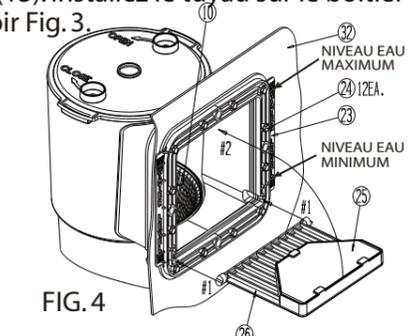

FIG. 4
E. Remplacez la cartouche filtrante (9) et le panier préfiltre (10) dans la cuve du skimmer (8). Il est important que la cartouche filtrante (9) glisse au-dessus de l'écrou de retenue de la pompe (7) et soit étanche avec le fond de la cuve pour que le panier préfiltre (10) puisse se loger dans sa rainure à l'intérieur de la cuve. Voir Fig. 4. Posez le couvercle à verrou (11) au-dessus de la cuve du skimmer (8) et tournez-le dans le sens des aiguilles d'une montre jusqu'à ce qu'il soit verrouillé. Faites glisser la mousse de volet (25) sous les attaches du volet (26) pour la retenir en place. De l'intérieur de la piscine, glissez le volet dans les rainures. Voir Fig. 4. Une fois le volet logé dans les rainures, pivotez-le dans le sens indiqué par la flèche #2 de la Fig. 4, pour le verrouiller en place.
NOTE: Le volet peut être engagé dans les rainures uniquement dans le sens indiqué par la flèche #1 de la Fig. 4 et en le tenant horizontalement. Assurez-vous que le volet bouge librement à travers l'ouverture, sinon ébarbez soigneusement toute matière obstructive interférente dans le mouvement libre du volet.
F. Après le remplissage de la piscine, VOIR (NIVEAU DE L'EAU FIG. 4), vérifiez les connexions du tuyau et des raccords pour s'assurer que la plomberie n'a aucune fuite d'eau. Si des fuites existent, voir #4 en page #8 du guide Dépannage.
B. **USAGE DE LA PRISE BALAI:** vous permet de nettoyer votre piscine, voir pièce #27, Fig. 4. La prise balai est comprise dans le skimmer, il vous faudra acheter un aspirateur, un manche d'aspirateur et un tuyau d'aspirateur qui sont disponibles chez votre fournisseur local de produits pour piscine, aussi dans les centres pour produits et matériaux de construction et les grands magasins parfois sont offerts ces articles saisonniers et varient d'économie à de lux.
C. Pour installer la prise balai arrêtez la pompe, retirez le volet pièce #26, Fig. 4, voir la section de l'installation du volet en page 4 (étape E) et procédez en revers en abaissant le volet et en le glissant hors de la bride pièce #23, Fig. 4. Rangez le volet dans un endroit sûr car vous en aurez besoin de le réinstaller après avoir terminé l'aspiration pour que votre skimmer fonctionne bien.